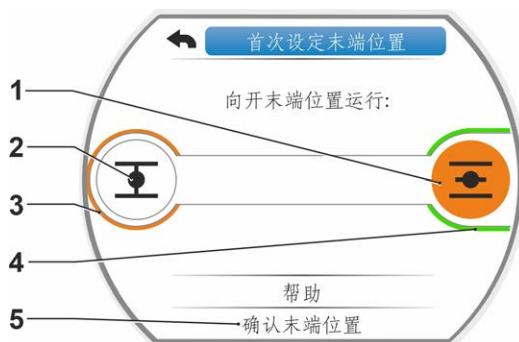

图6：操作执行机构使之运行至开末端位置
显示画面将会切换到设定末端位置界面，此时您需要按照下面的方法操作执行机构使之运行到开末端位置（如图6所示）。执行器会自动选择到开末端位置的图标上：末端位置图标的背景色将变成橙色（如图6中1所示）。如果需要向相反方向操作执行机构，旋转操作按钮把橙色光标选择到关末端位置的图标上（如图6中2所示）。
- 关方向末端位置=力矩关断（如图6中3所示）
- 开方向末端位置=行程关断（如图6中4所示）